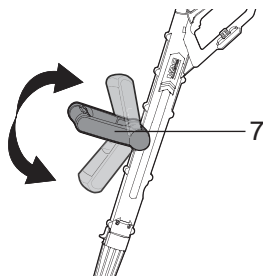

Fig.5
- > Ajuste el mango auxiliar (7) a la posición deseada (Fig.5).